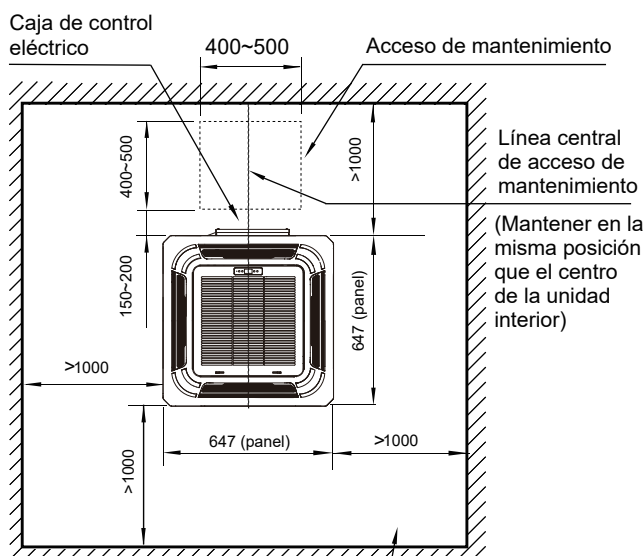
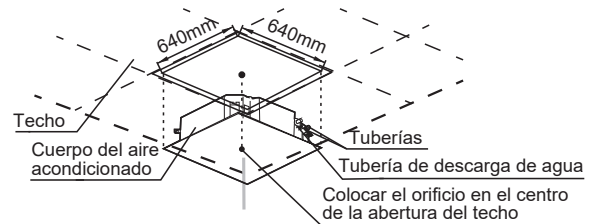

Figura 2.1
Figura 3.5
1. Perfore orificios cuadrados de 640 mm x 640 mm en el techo según el diseño de la placa de instalación (accesorio 2). Véase Figura 3.5. Véase la figura 2.1 para el acceso de mantenimiento.